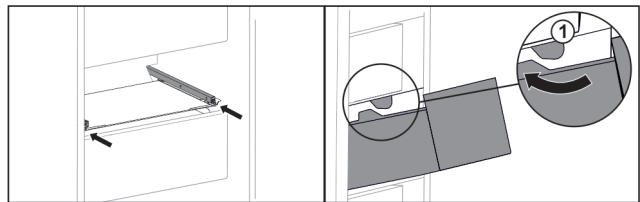

Fig. 136
- Lade rond de stoppers Fig. 136 (1) leiden.